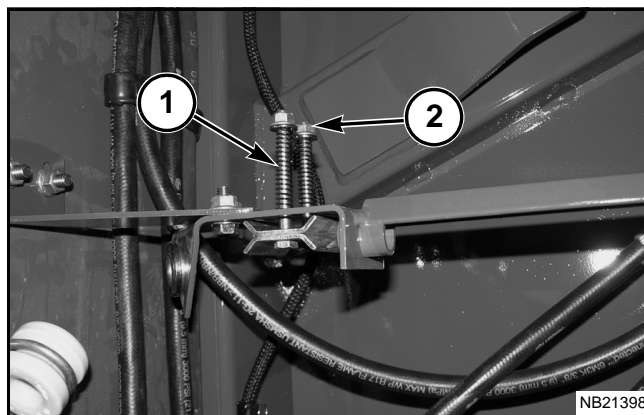

FIG. 9
FIG. 9: Compruebe los cuatro resortes tensores (1) en la parte superior de la caja de cuerdas. Las tuercas (2) deben estar emparejadas con el extremo superior del perno dejando una rosca más a la vista. Ajuste de resultar necesario.